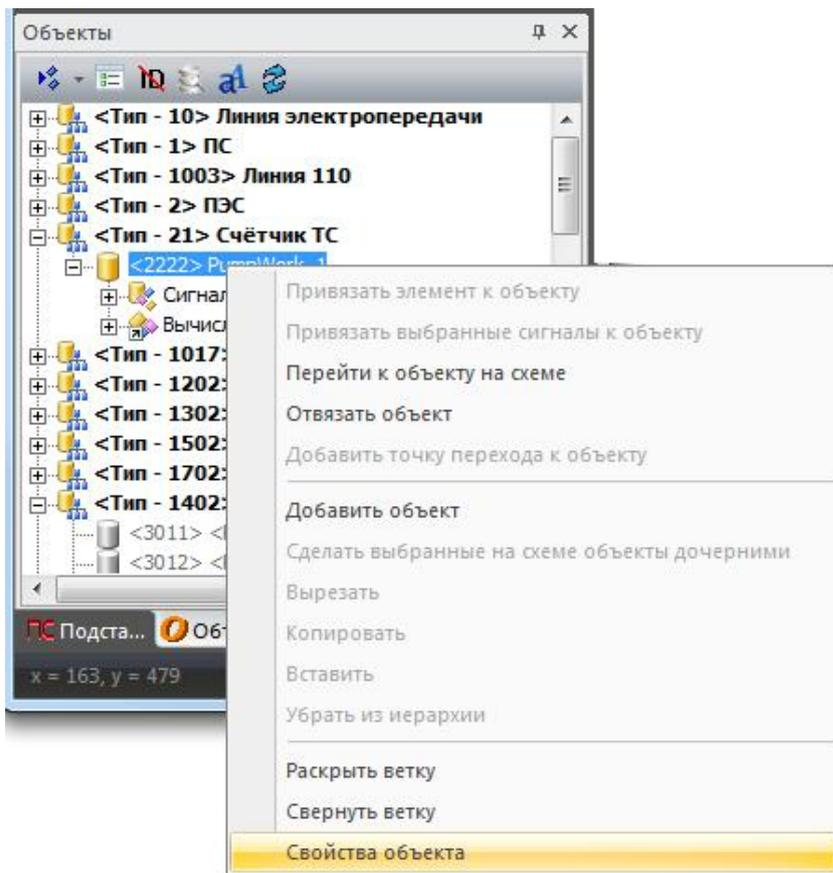

Рисунок 357 – Выбор команды «Свойства объекта»
**Пункт «Свойства объекта»** в контекстном меню объекта позволяет посмотреть информацию об объекте (рисунок 357).